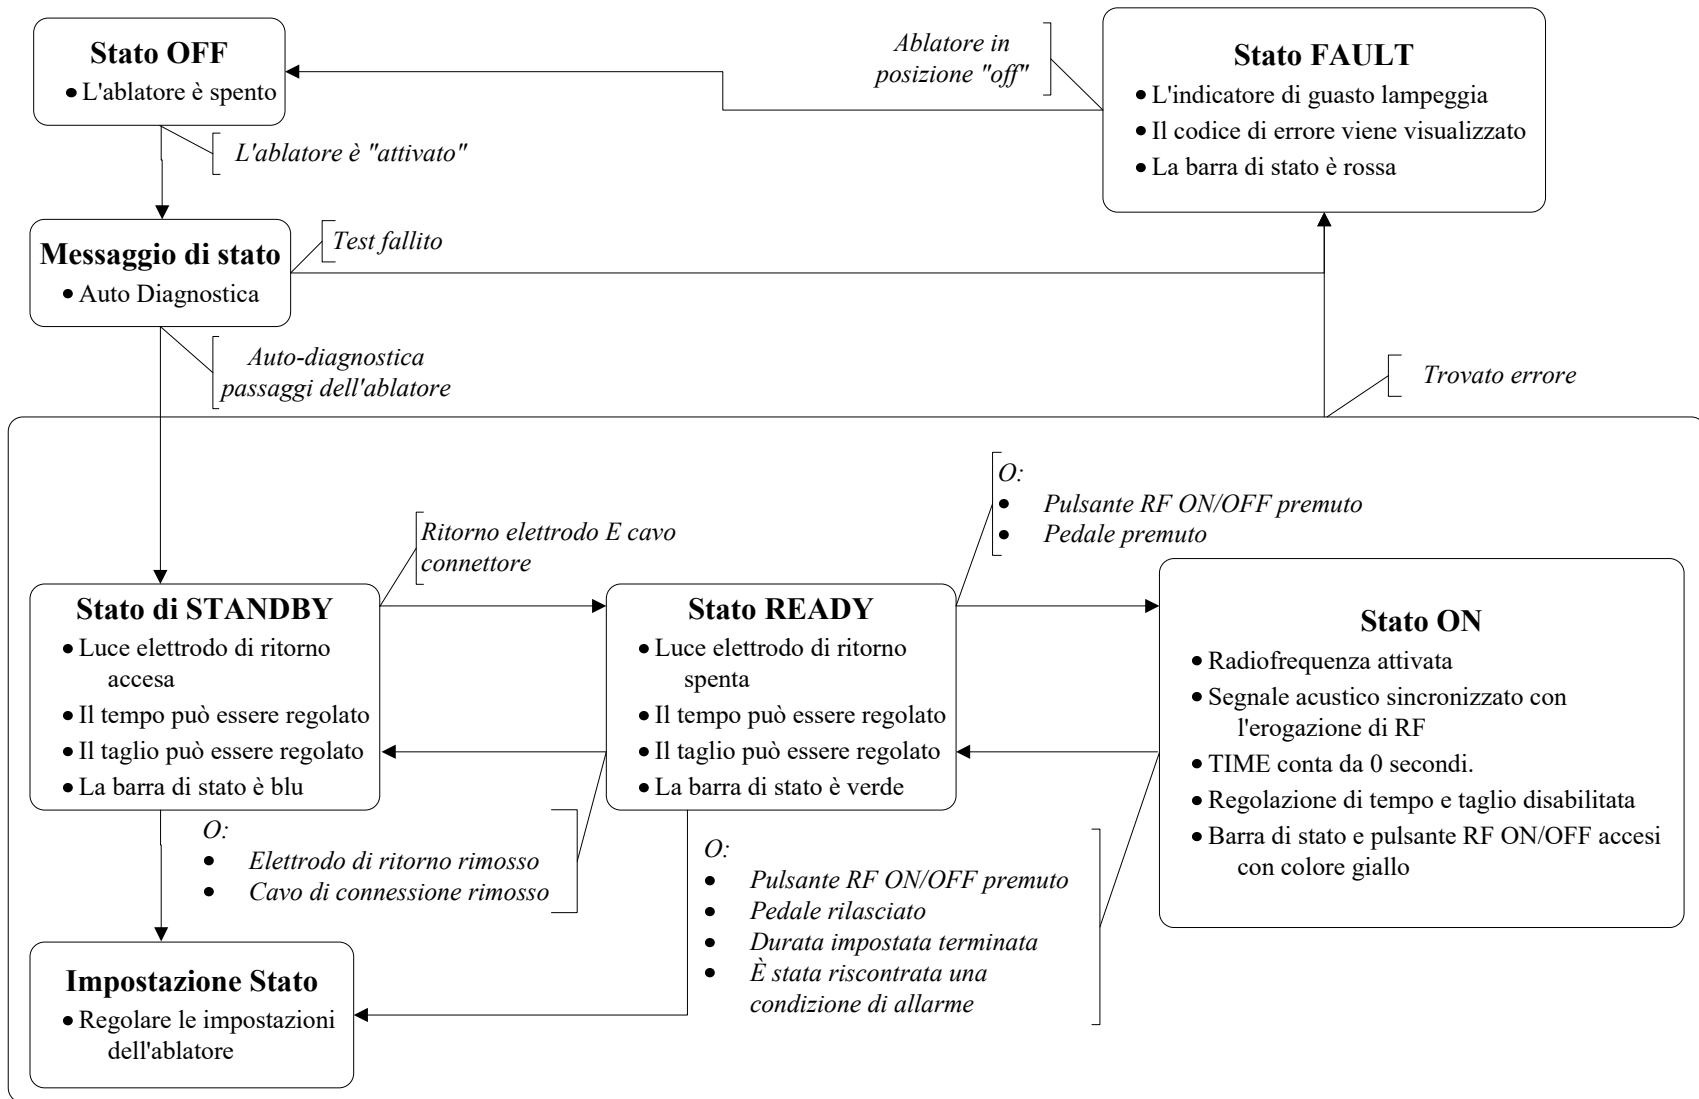

Figura 5-3 – Diagramma di flusso stati dell'ablatores
- (5) **Barra di stato STATE:** Questa finestra visualizza lo stato corrente dell'ablatore. I vari stati dell'ablatore e la loro relazione sono riportati nella Figura 5-3 – Diagramma di flusso stati dell'ablatore.
- (6) **Finestra di impostazione TIME:** Questa finestra visualizza la durata desiderata per l'uscita della radiofrequenza (in secondi). La finestra visualizza anche le funzioni per i tasti utilizzati per regolare l'impostazione TIME.
- (7) **Tasti funzione della colonna a sinistra:** Questi tasti consentono la regolazione dei parametri. La relativa funzione, se presente, è visualizzata sullo schermo a destra del tasto. Ad esempio, le frecce su ▲ e giù ▼ vengono visualizzate quando è necessario usare i tasti per aumentare o diminuire l'impostazione.
- (8) **Finestra di impostazione CUT:** Questa finestra visualizza la modalità di ablazione desiderata. Le modalità CUT dipendono dai dispositivi RF e sono descritte nella Sezione 9.3. Consultare le istruzioni per l'uso del dispositivo RF BMC per conoscere le impostazioni adeguate. La finestra visualizza anche la funzione per i tasti utilizzati per regolare l'impostazione CUT.
- (9) **Tasti funzione della colonna di destra:** Questi tasti consentono la regolazione dei parametri. La relativa funzione, se presente, è visualizzata sullo schermo a sinistra del tasto. Ad esempio, le frecce su ▲ e giù ▼ vengono visualizzate quando è necessario usare i tasti per aumentare o diminuire l'impostazione.
- (10) **Tasti funzione della fila in basso:** Questi tasti hanno funzioni diverse. La funzione di ogni tasto è visualizzata sullo schermo, sopra il tasto funzione quando applicabile.
- (11) **Finestra messaggio:** Questa finestra visualizza messaggi funzionali e di informazione, quando necessario.
- (12) **Collegamento elettrodo di ritorno:** La connessione è isolata dal paziente ed è presente per il fissaggio di un elettrodo dispersivo (ritorno) omologato. **Utilizzare solo elettrodi dispersivi che soddisfano o superano i requisiti IEC 60601-2-2:2017.** Potranno essere usati elettrodi di non-monitoraggio (foglio singolo) o di monitoraggio (doppio foglio).
- (13) **Collegamento del cavo di connessione:** La connessione paziente è isolata e viene usata per il fissaggio del cavo-connettore RFP-100A. Per selezionare il modello corretto di cavo di connessione fare riferimento alle istruzioni per l'uso del dispositivo RF BMC.
- (14) **Pulsante e indicatore RF ON / OFF:** Premendo e rilasciando il pulsante, si avvia l'erogazione di energia RF quando l'ablatore è in stato READY. Il pulsante interrompe l'erogazione di energia RF quando l'ablatore è in stato ON. L'indicatore del pulsante si illumina di giallo quando l'ablatore è in stato ON.
- (15) **Porta USB (laterale):** Collegando una chiavetta USB, viene eseguito il download delle ultime venti (20) erogazioni di energia. Se lasciato collegato, i dati delle successive erogazioni di RF vengono scaricati per ciascun trattamento.